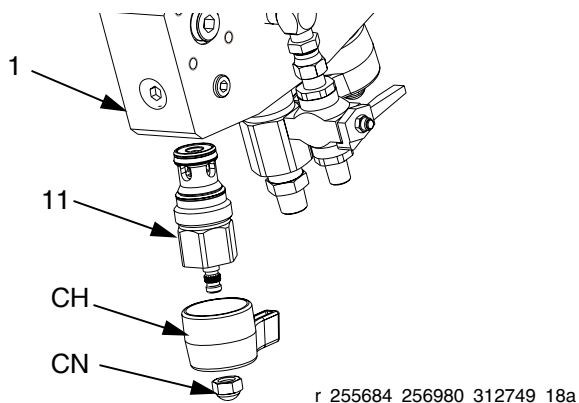

Рис. 6
1. Нанесите синий клей для резьбовых соединений на наружную резьбу вставных клапанов (11) и вставьте клапаны в коллектор, выкрутив стержень на один полный оборот против часовой стрелки. Поместите гаечный ключ на поверхности клапана и закрепите его с усилием 170 Н•м (125 футофунтов). См. Рис. 6 на стр. 19.
2. Установите ручку (CH) и колпачковую гайку (CN) на клапан так, чтобы ручки в закрытом состоянии были направлены друг на друга.